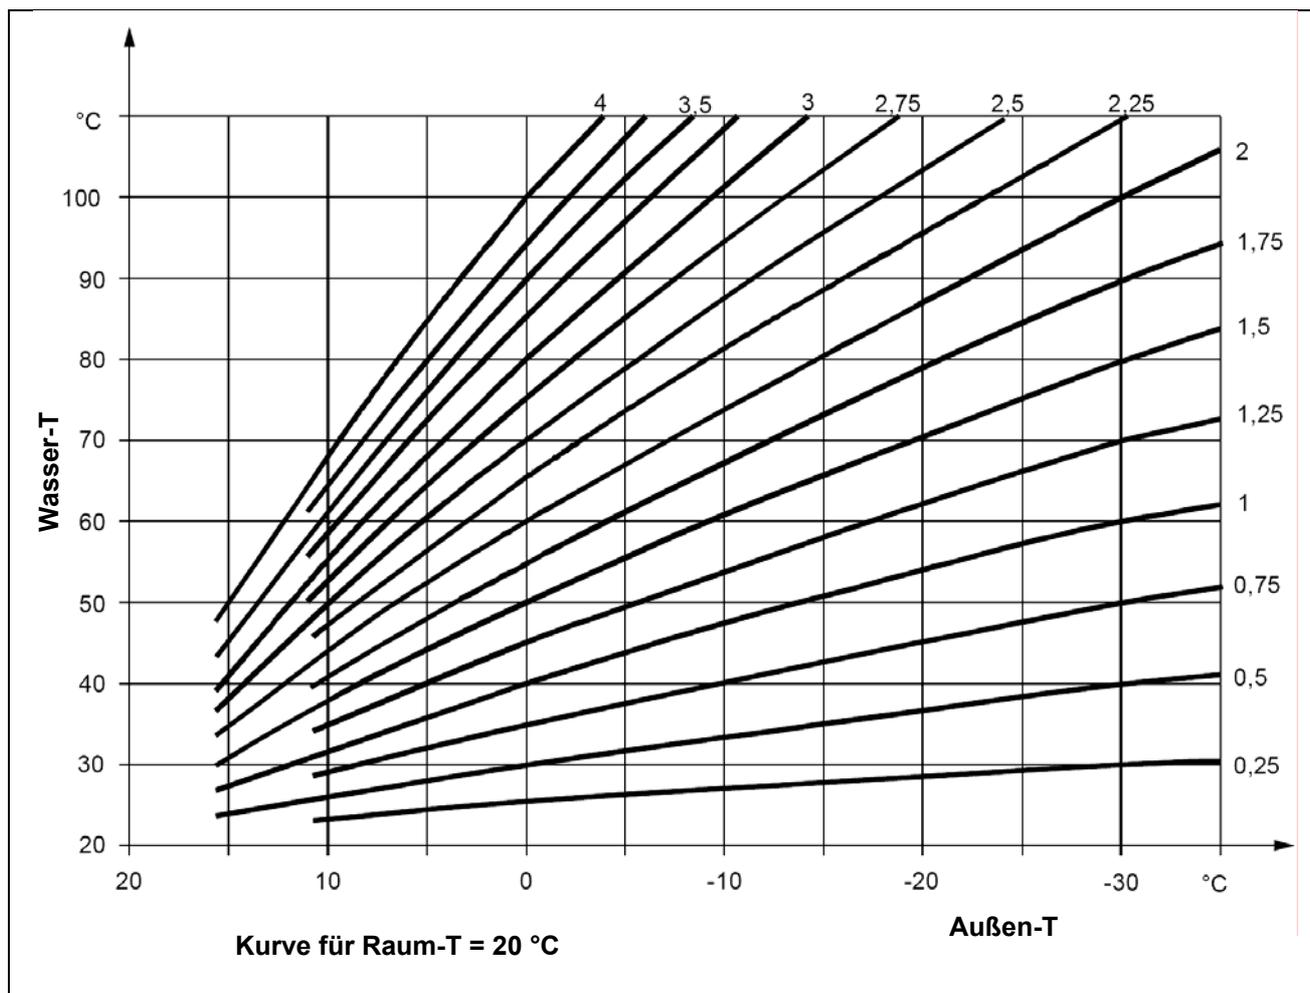
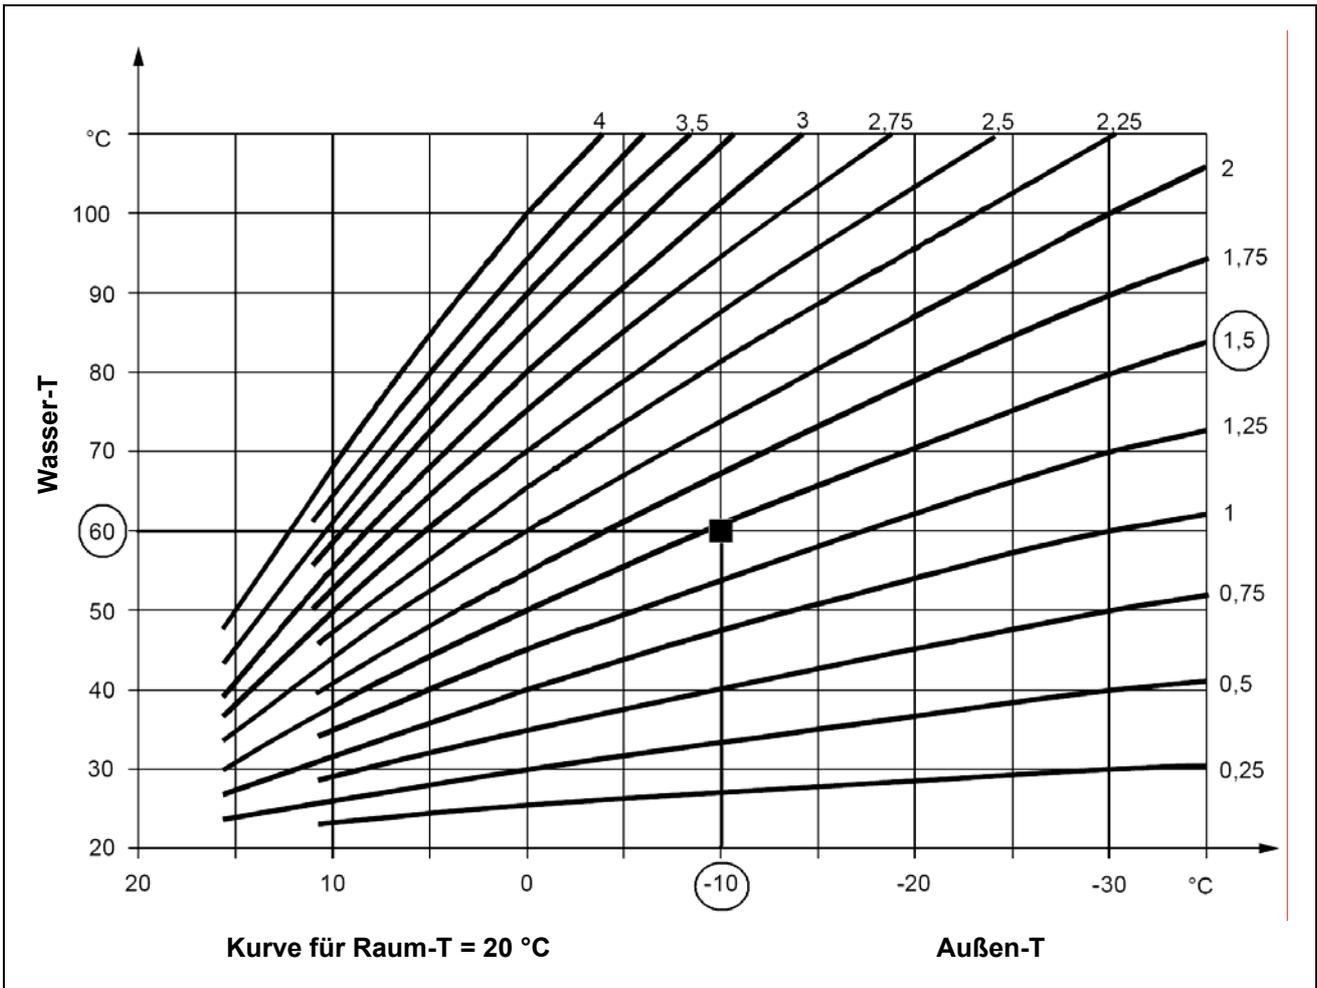

Abbildung 22 –DIAGRAMM DER "HEIZKURVEN"
Abbildung 23 – BEISPIEL FÜR DIE WAHL EINER KURVE FÜR HEIZBETRIEB ENTSPRECHEND DER AUSLEGUNGSTEMPERATUR
Für die Heizung ist die Klimakurven-Familie in Abbildung 22 angegeben und die Wahl der zu verwendenden Kurve erfolgt unter Angabe eines Parameters, der die Steigung der Kurve angibt. Die Kurve, die so definiert wird, ist auf einen Raumtemperatur-Sollwert von 20 °C bezogen; bei anderen Sollwerttemperaturen passt das System die verwendete Kurve automatisch an.
- Kurve, die die Anforderung des vorherigen Punktes erfüllt, anhand des Diagramms von Abbildung 22 wählen; für das Beispiel des vorherigen Punktes siehe Abbildung 23.
Für das Beispiel der vorherigen Punkte ist der Wert 1,5 einzustellen, wie in Abbildung 23 angegeben.